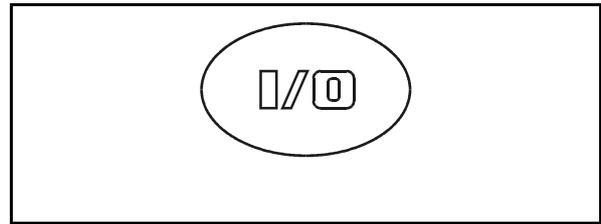

Fig. 88
MARCHE (I) / ARRET (O) (Fig. 88). Ces touches permettent de mettre en marche et d'arrêter le **AMATRON+**.